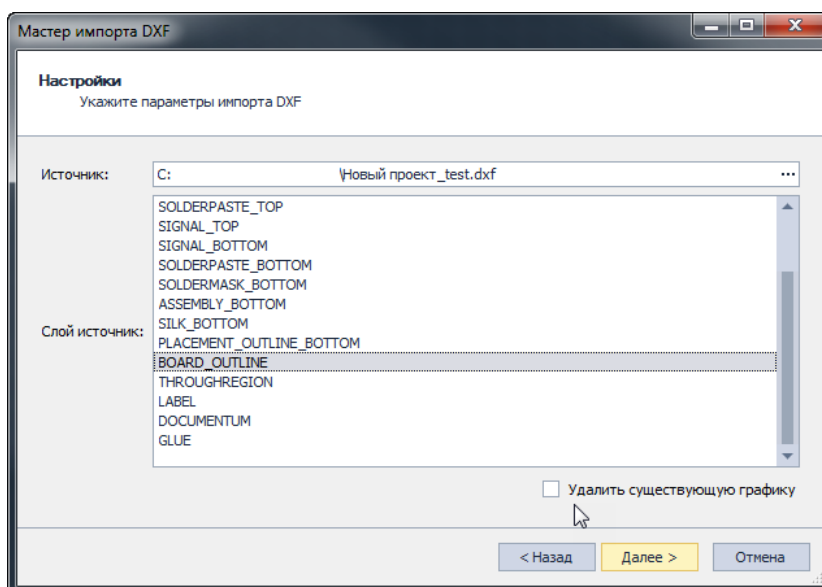

Рис. 75 Выбор слоя, данные из которого будут импортированы
5. Указать слой dxf-файла, из которого будут импортированы данные в виде границ платы, и нажать кнопку «Далее». Список доступных слоев dxf-файла отображается в поле «Слой источник», см. Рис. 75.